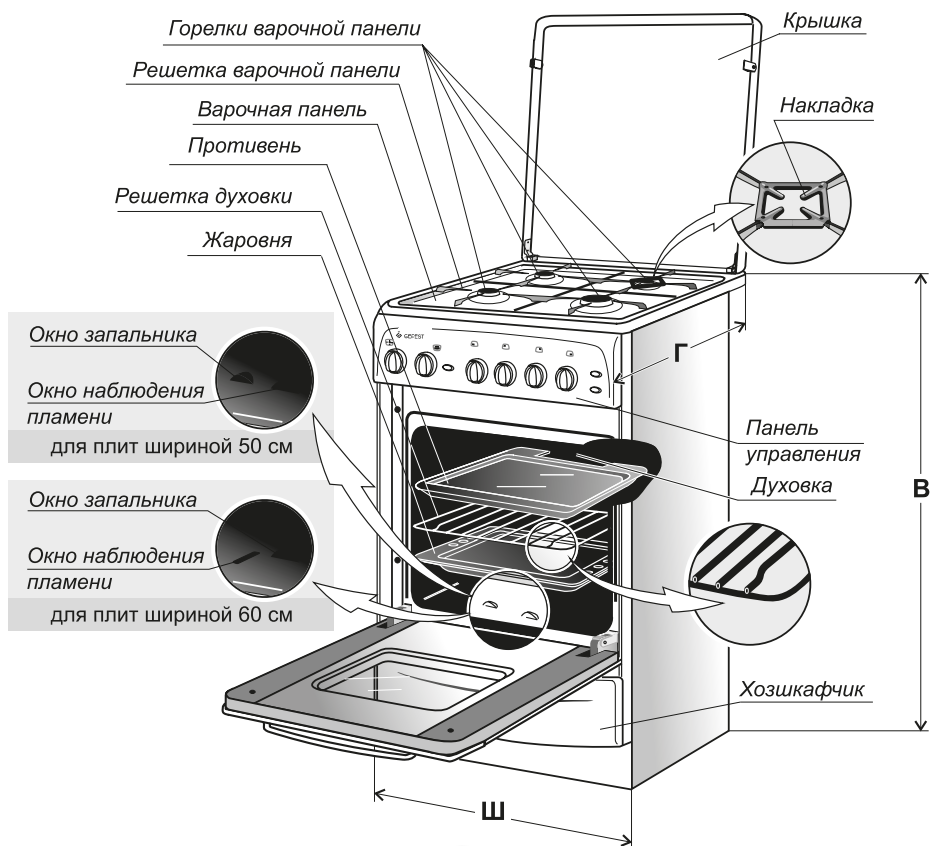

Рис. 1
- (см. рис. 1) для плит мод. 3200-08; 3200-06, -08 К35, К36; 3200-06, -08 К85, К86, 3200-08 К88, К89 - 500х530х850